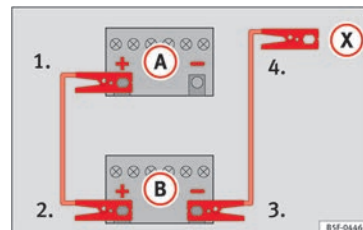

Fig. 69 Esquema de conexión para vehículos sin sistema Start-Stop.
2. Emborne un extremo del cable *rojo* de emergencia al polo positivo (+) del vehículo con la batería descargada (A) » fig. 69.
3. Emborne el otro extremo del cable *rojo* de emergencia al polo positivo (+) del vehículo que suministra la corriente (B).
4. *En los vehículos sin sistema Start-Stop:* emborne un extremo del cable *negro* de emergencia al polo negativo (-) del vehículo que suministra la corriente (B) » fig. 69.